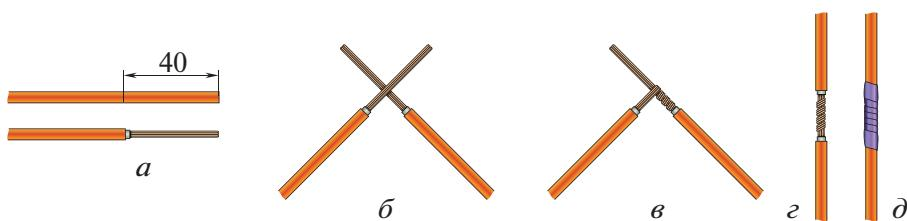

Рис. 11.4. Последовательность сращивания многожильных проводов
1. Разметить концы проводов на длину 40 мм. Снять монтажным ножом или специальным приспособлением изоляцию на концах срашиваемых проводов (рис. 11.4, *а*).
2. Наложить оголённый конец одного провода на другой на расстоянии $\frac{2}{3}$ длины оголённого конца под углом 90° (рис. 11.4, *б*).
3. Скрутить оголённый многожильный провод руками (рис. 11.4, *в*).
4. Скрутить концы проводов руками: правый обвить вокруг левого и левый — вокруг правого. Обжать скрутку пассатижами (рис. 11.4, *г*).
6. После охлаждения место пайки обмотать изоляционной лентой (рис. 11.4, *д*).
4. Выполните сращивание двух многожильных проводов (см. рис. 11.4).